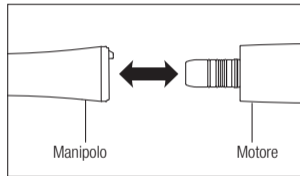

Fig. 1
- 1) Inserire il manipolo direttamente nel motore (Fig. 1). Avvitare il manipolo finché non scatta e si blocca in posizione.